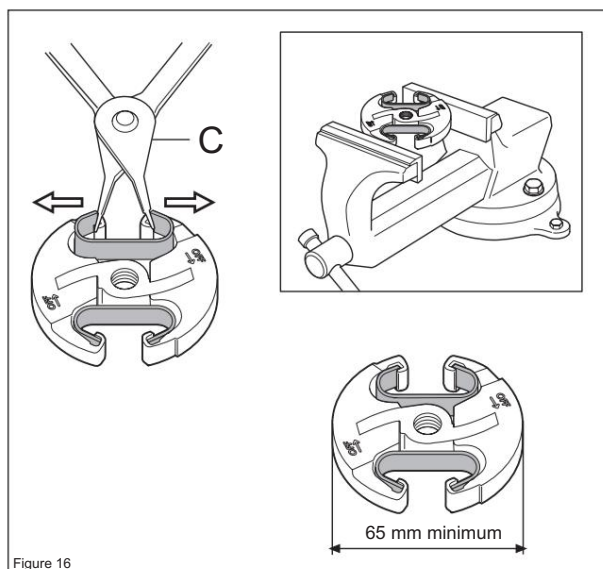

Figure 16
Fixez l'embrayage dans un étau comme indiqué sur la figure. Calibrez à nouveau les ressorts d'embrayage à l'aide de la pince à circlips (C) (voir figure 16)
- Vérifier l'épaisseur des masselottes d'embrayage en à l'aide d'un pied à coulisse pour mesurer le diamètre de l'embrayage. Si le diamètre est inférieur à 65 mm, l'ensemble d'embrayage doit être remplacé. (voir figure 16)